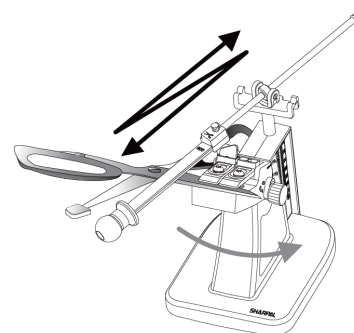

Fig. 10
2. Applica una leggera pressione con movimenti lunghi e uniformi, partendo dal tallone della lama. Fai scorrere la piastra abrasiva avanti e indietro lungo il filo verso la punta. Fermati alla punta della lama (Vedi Fig. 10).